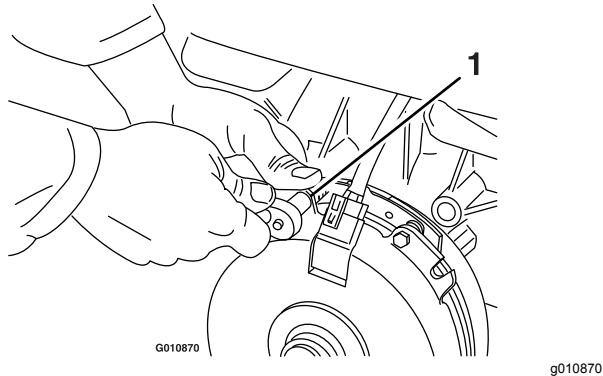

Figure 57
- A. Desserrez les deux boulons de montage de frein d'un demi à un tour complet, comme montré à la Figure 57.